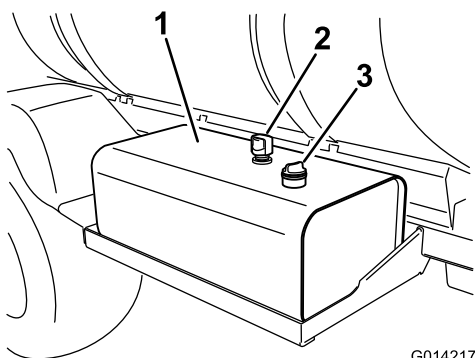

Figura 94
2. Pulite l'area attorno al tappo dell'asta di livello del serbatoio del fluido idraulico e rimuovetela (Figura 94).